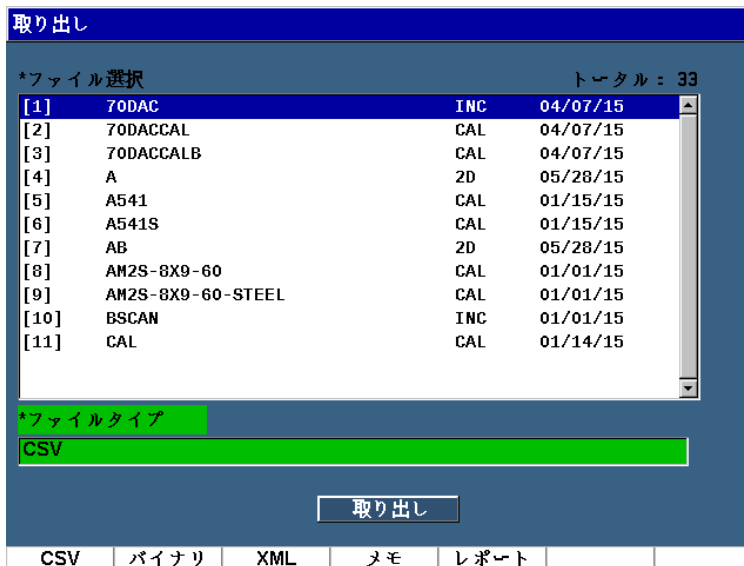

図 10-19 取り出し設定ページ
2. **取り出し** (P2 キー) を押し、**取り出し**設定ページを表示します (214 ページの図 10-19 参照)。